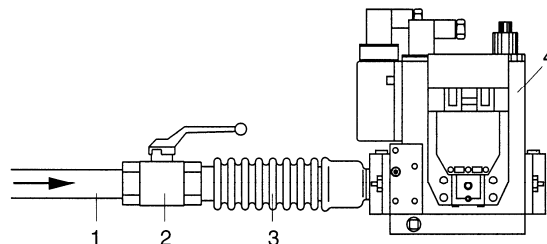

Рис.3
- Подсоединить манометр к точке отбора давления (4) перед узлом клапанов (рис. 3);